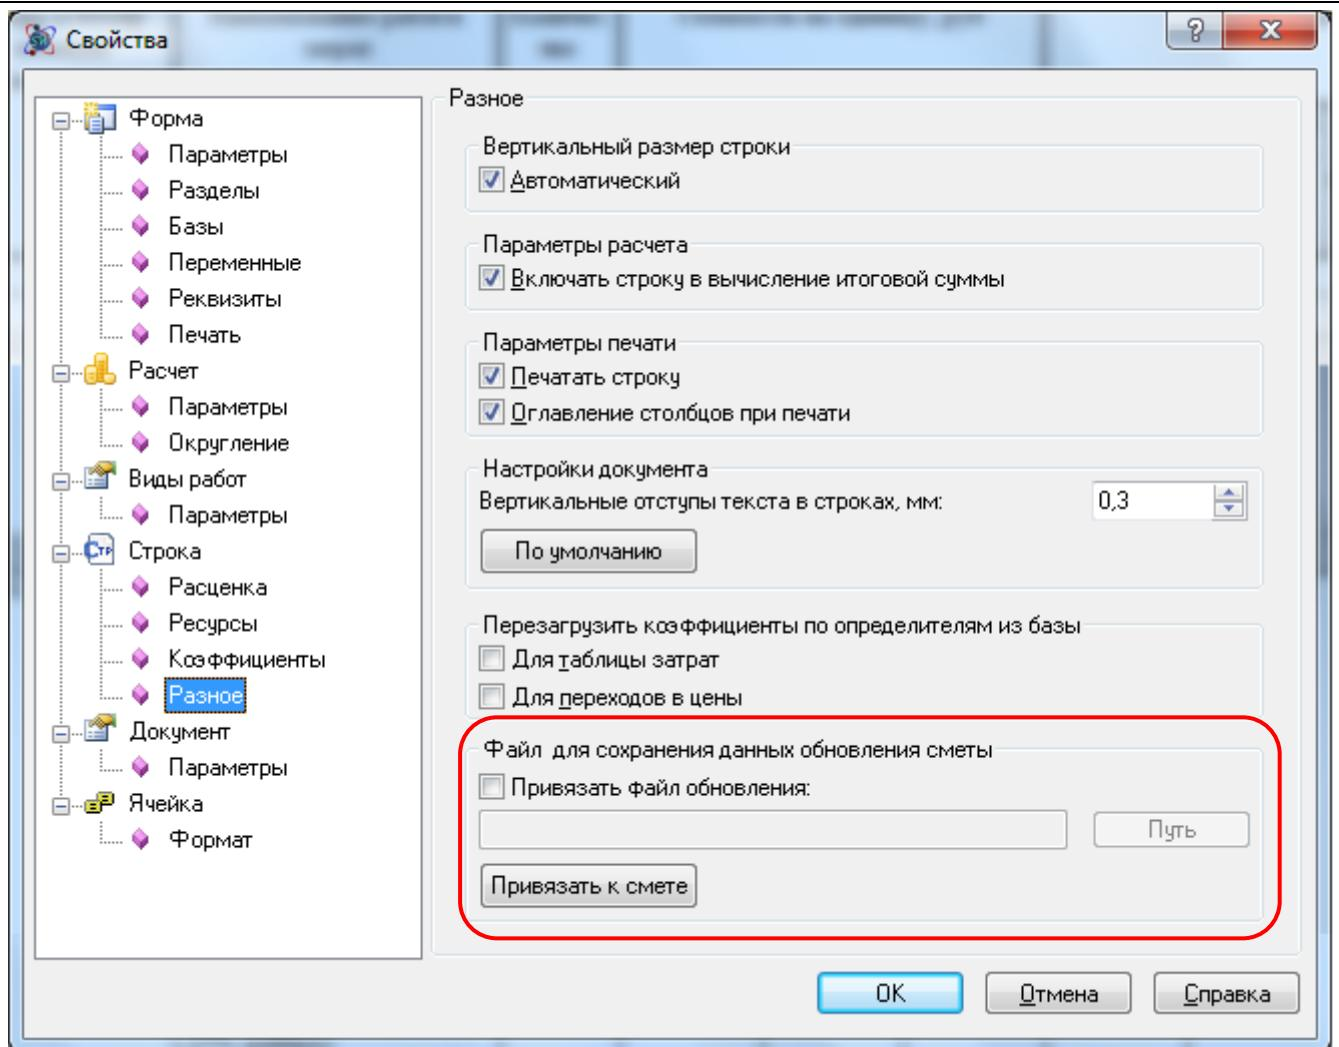

Рис. 6.1 Диалоговое окно Свойства, раздел Страна/Разное
1. Выбрать раздел Стока/Разное диалогового окна *Свойства* (рис. 6.1);